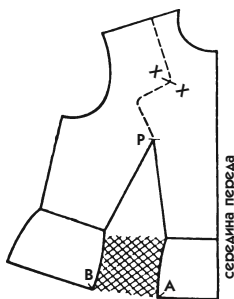

Рис. 524
1. Подготовьте лекало лифа с вытачкой, переведенной вниз, и баской, отходящей от линии талии на 12 см (рис. 524; при необходимости вернитесь к описанию рис. 128).
2. На уровне баски вырежьте вытачку базового лекала (заштрихованную часть между засечками А и В на рис. 524).